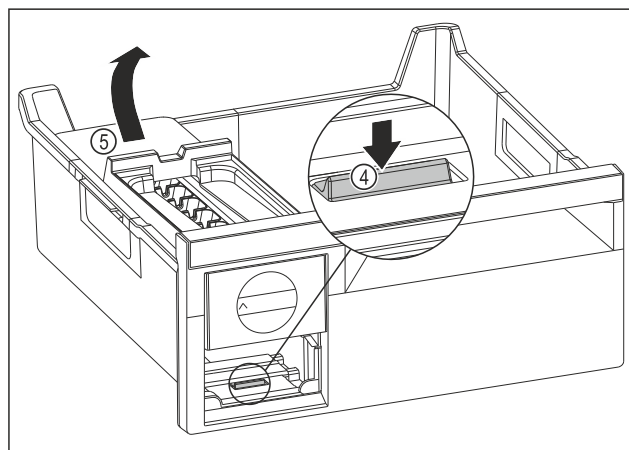

Fig. 111
- ▶ Odstranjevanje glavnega dela EasyTwist-Ice: Spono Fig. 111 (4) s prstom potisnite navzdol in hkrati z drugo roko glavni del EasyTwist-Ice Fig. 111 (5) od zadaj dvignite.